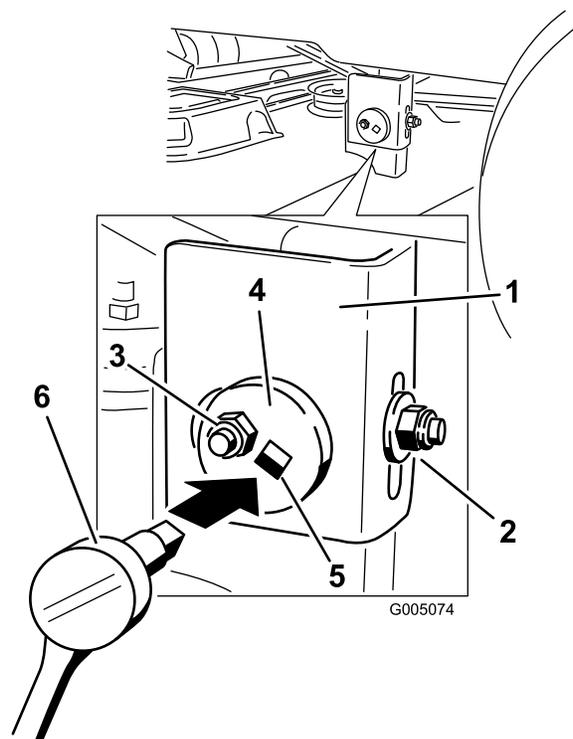

Figure 56
6. Passez au côté gauche de la machine. Desserrez sans le retirer, l'écrou de blocage arrière sur le support (Figure 56).
7. Desserrez l'écrou de blocage latéral sur le support jusqu'à ce qu'il soit possible d'ajuster la plaque excentrique (Figure 56). Utilisez une clé à douille munie d'une rallonge de 3/8 pouce pour manipuler la plaque excentrique. Utilisez une clé pour repositionner le tablier de coupe à la hauteur voulue et réglez-le pour que les mesures effectuées à l'opération 5 soient respectées à 5 mm (3/16") près.
8. Arrêtez le tablier de coupe et vérifiez sa hauteur, puis serrez l'écrou de blocage latéral sur le support pour fixer cette nouvelle position (Figure 56). Serrez l'écrou de blocage arrière sur le support.